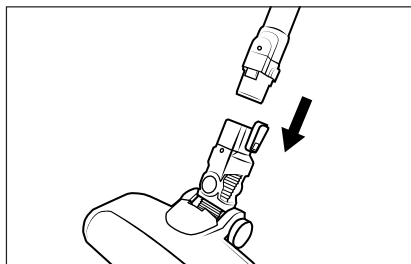

Fig. 2
- 2) Glissez le tube d'aspiration 23 dans la brosse de sol 21 jusqu'à ce qu'il s'enclenche de manière audible avec un clic (voir fig. 2).